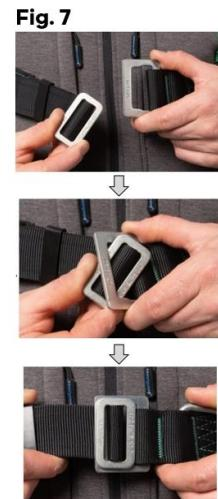

Fig. 1 **Fig. 2** **Fig. 3** **Fig. 4** **Fig. 5** **Fig. 6**
Step 1: Open all the buckles before donning the harness. Hold the harness by the dorsal D-ring as shown in Fig 1.
Etape 1 : Défaire toutes les boucles automatiques avant de procéder à la mise en place du harnais. Tenez le harnais par l'anneau dorsal en D comme illustré sur la figure 1 (figure 1).